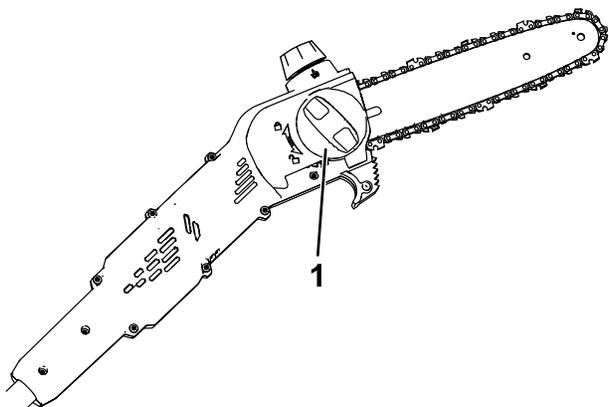
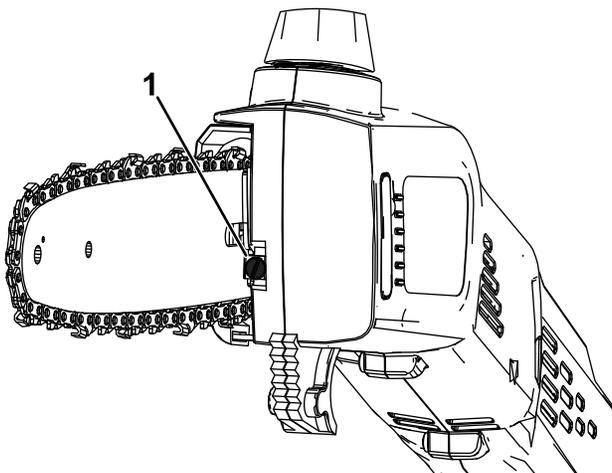

図 17
図 18
4. バーカバーノブを反時計回りに回してバーカバーを緩めますが、取り外ししません (図 17)。
5. チェーン張り調整ネジ (図 18) を使ってチェーンの張りを調整し、張りをチェックする前にバーカバーノブを時計回りに回してサイドカバーをポールソーに固定します (図 17)。
3. チェーン締め付けネジを反時計回りに回してチェーンを緩めます (図 18)。